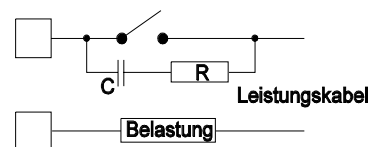

Abb.8 EXTERNER, ZUM AUSGANG DES GERÄTS IN REIHE GESCHALTETER KONTAKT
In diesen Fällen wird empfohlen, parallel zum externen Kontakt (oder an den internen, nicht geschützten Kontakt) einen RC-Filter anzuschließen wie in Abb.8 gezeigt. Der Wert der Kapazität (C) und des Widerstands (R) sind in der folgenden Tabelle angegeben.